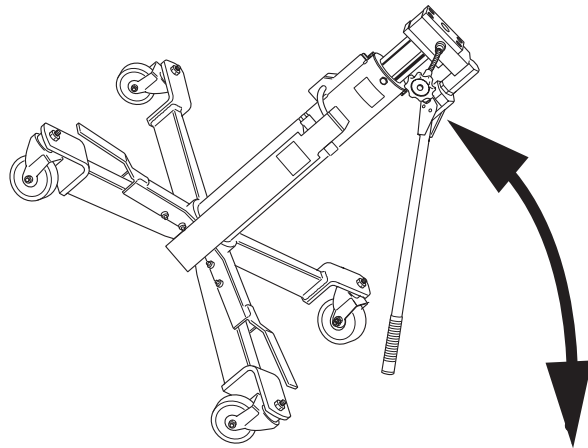

Fig.6
- Kippen Sie den Getriebeheber, bis er auf zwei Rollen zu stehen kommt, wobei der Pumpenhebel nach unten zeigen muß, wie in Abb. 6 dargestellt.